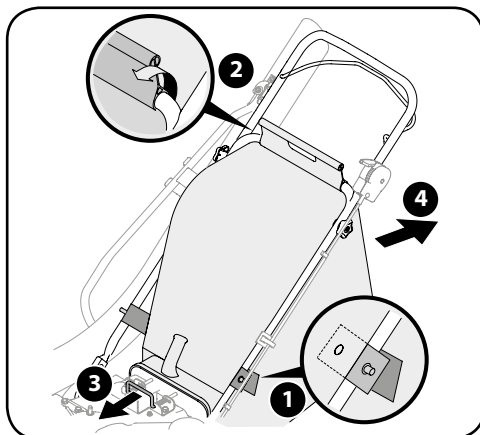

Рисунок 4-2
2. Отстегните зажим мешка от верхней части нижней рукоятки. См. рисунок 4-2.